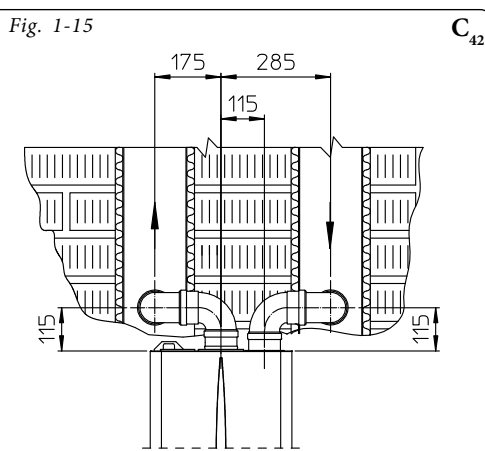

Fig. 1-15
- Ingombri di installazione (Fig. 1-15). Sono riportate le misure di ingombro minime di installazione del kit terminale separatore Ø 80/80 in una condizione limite.